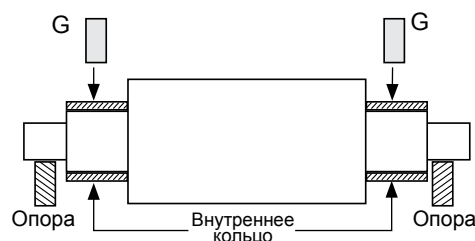

Рис. 3.31
- (3) Отшлифуйте беговую дорожку кольца, установленного на шейке. (На этот случай в NSK есть указания по размерам и отклонениям от круглости поверхности беговой дорожки.) (Рис. 3.31).